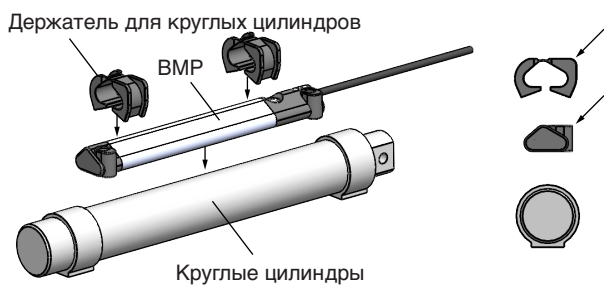

Рис. 4-8: Крепление держателей на BMP
1. Держатели для круглых цилиндров зафиксируйте на BMP. Следите за ориентацией держателей (см. Рис. 4-8).